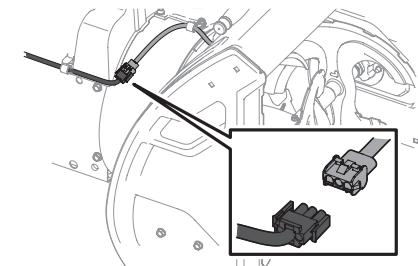

Figura 4-11
**NOTA:** En los modelos que están equipados con faros LED sobre la caja de la barrena, asegúrese de desenchufar el arnés de cables antes de extraer la cubierta de la correa, como se indica en la Figura 4-11.